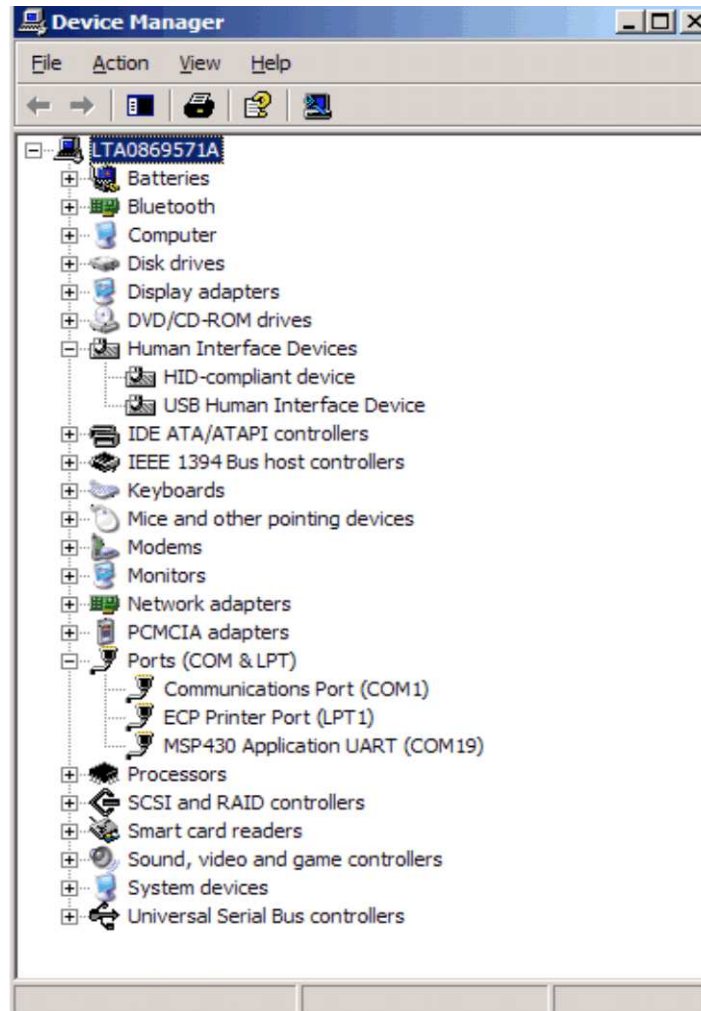

图 19. 设备管理器
10. eZ430-RF2500 现在安装完成并可使用。为 MSP Application UART 指定的 COM 端口显示在 Windows 设备管理器中（请见图 19）。